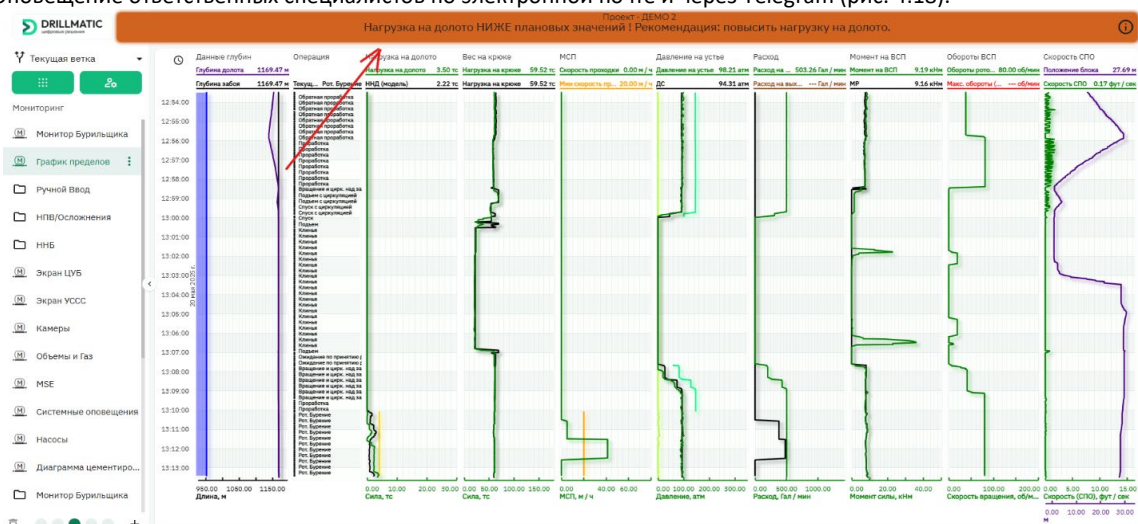

Рис.4.18 Оповещение посредством всплывающего баннера.
- Оповещение ответственных специалистов по электронной почте и через Telegram (рис. 4.18).